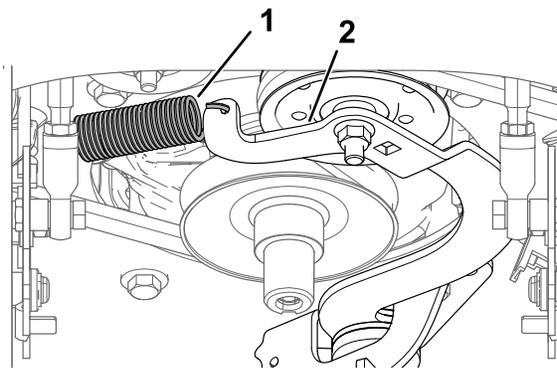

Figura 58
6. Insira um roquete no furo quadrado do braço intermédio para libertar a tensão da correia (**Figura 58**).
10. Instale a mola na âncora da mola. Utilize o roquete para aplicar tensão na mola para permitir que a correia passe sobre a borda da polia intermédia (**Figura 58**).